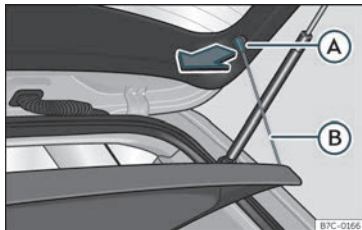

Fig. 105 Al maleter: desmuntar i muntar la safata.
- Desenganxeu els tirants de subjectació >>> **fig. 105** **B** dels allotjaments **A**.
- Enganxeu els tirants de subjectació >>> **fig. 105** **B** a la porta posterior.